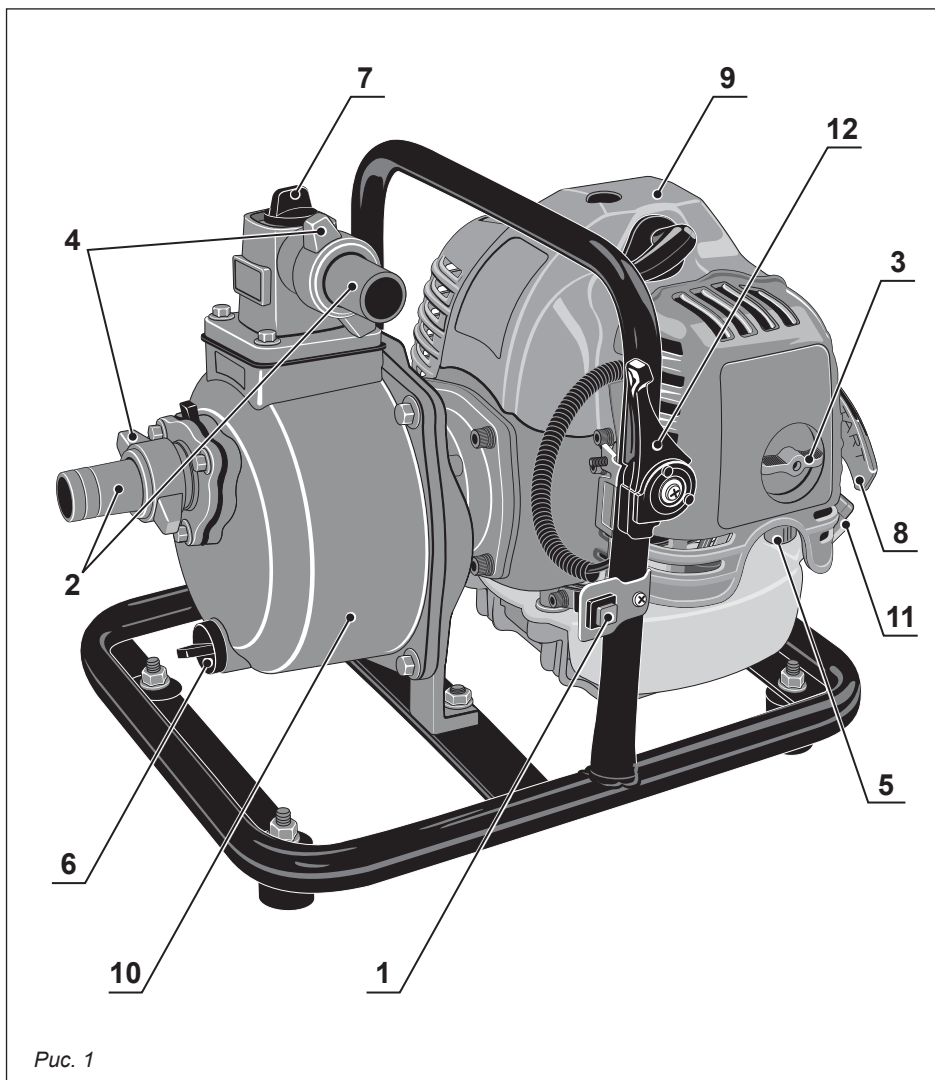

Рис. 1
**5. ОСНОВНЫЕ ЧАСТИ И УЗЛЫ (рис. 1)**
### 8.1. Пуск двигателя (рис.1)